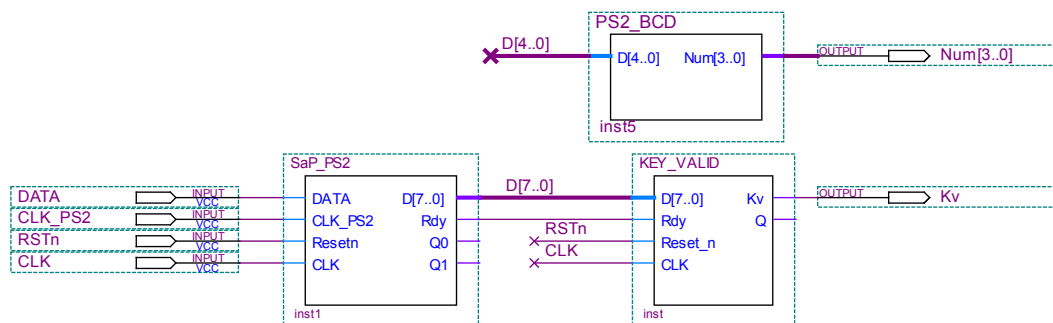

Figura 3. Diagrama del Receptor\_PS2
El objetivo de esta parte es solo implementar el bloque **Receptor\_PS2** de la figura 3 y probar su funcionamiento con un teclado PS2 real.
- Estudiar el funcionamiento del circuito **Receptor\_PS2** de la figura 3.